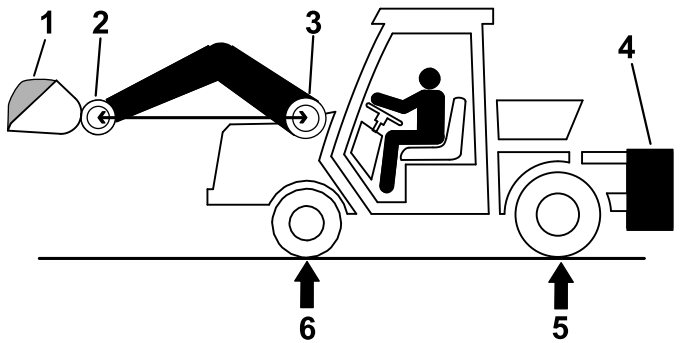

Figure 32
1. Chargez le godet au maximum, puis levez-le à la position avant maximale, comme montré à la **Figure 32**.
2. Dans un poste de pesage, mesurez le poids brut du véhicule (PBV) au niveau des essieux avant et arrière, en levant la chargeuse de sorte que l'axe de pivot du godet soit à la même hauteur que l'axe de pivot du bras (**Figure 32**).
Remarque: Si R est **inférieur** au poids sur l'essieu arrière requis (RRAW), aucun lest n'est nécessaire (Figure 32).